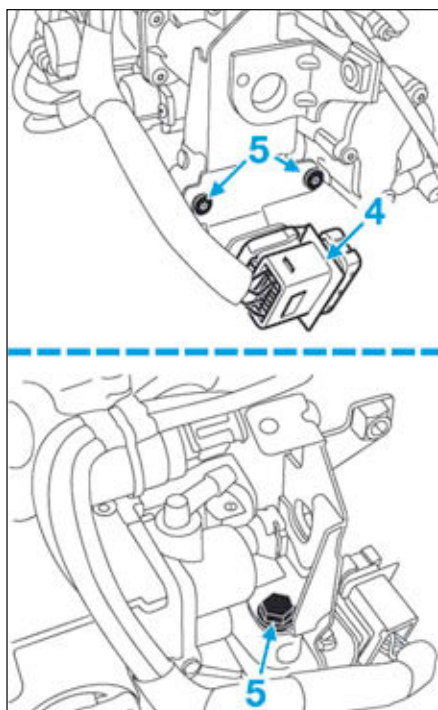

FIG.9
- Dégrafer le connecteur (4) (Fig.9) de boîte de vitesses robotisée.
- Déposer les vis (5) de la patte de maintien du connecteur et du réservoir.